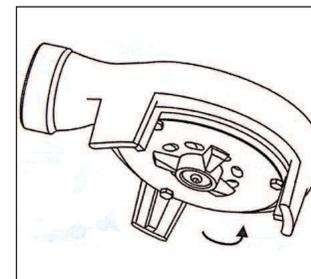

рис. 3
5.7 Для перекачки жидкости, содержащей твёрдые включения, внизу всасывающей части насоса на всасывающих отверстиях находятся нож (рис. 3)